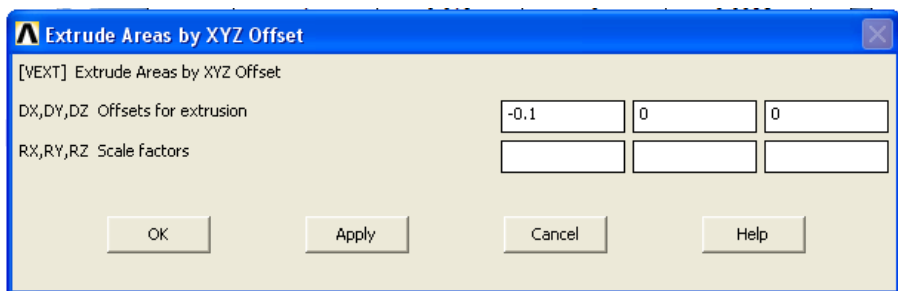

Рис. 7.9. Меню выдавливания поверхности
8) Выдавите в направлении, противоположном оси X, созданную поверхность на 0,1 м (см. рис. 7.9 и 7.10): **PrPr** → **Modeling** → **Operate** → **Extrude** → **Areas** → **By XYZ Offset**;